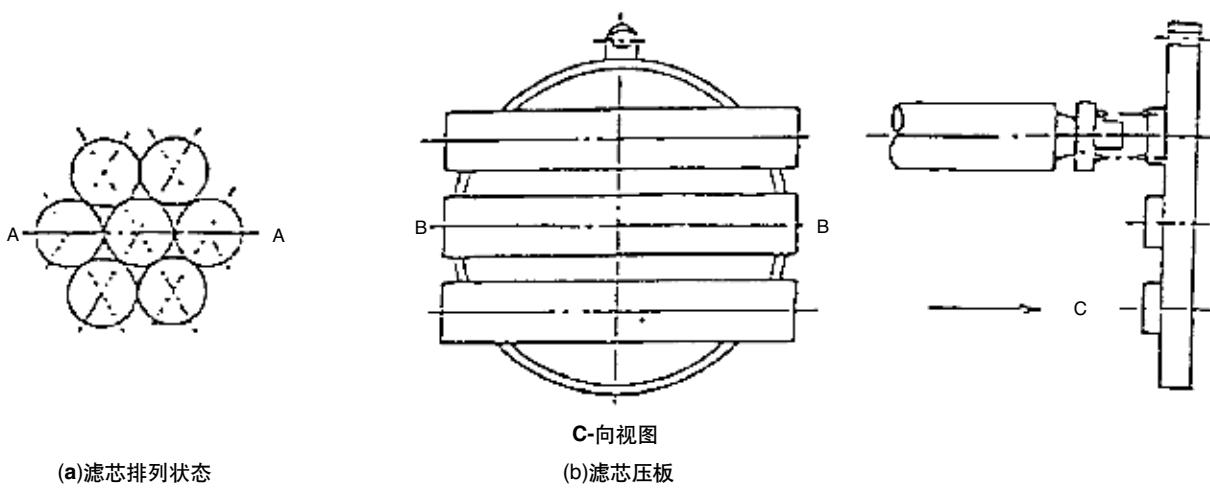

图6
⑥滤芯压板是让在图6(a)上所示的记号A-A与在图6(b)上所示的滤芯压板记号B-B平行地重迭装入。